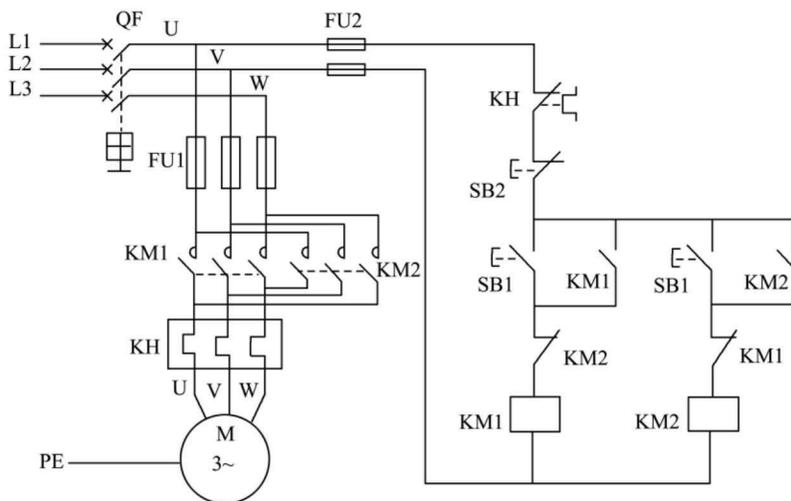

图 0-3 电气控制线路举例
2. 能正确识读电路图,说出电路工作过程,并能知道电路中电动机的控制、保护方式。能正确绘制简单的电气控制线路(图 0-3)。